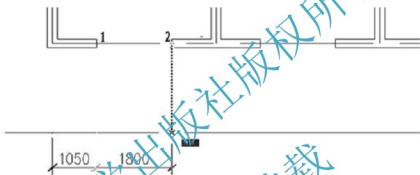

图 3.41 用【连续】标注第二条标注尺寸
① 在 **指定第二条尺寸界线原点或 [放弃(U)/选择(S)] <选择>:** 提示下, 捕捉④轴线和窗洞口右侧的交点 (2 处), 但不单击, 将光标轻轻地向下拖至辅助线上, 出现交点捕捉后 (图 3.41), 单击。